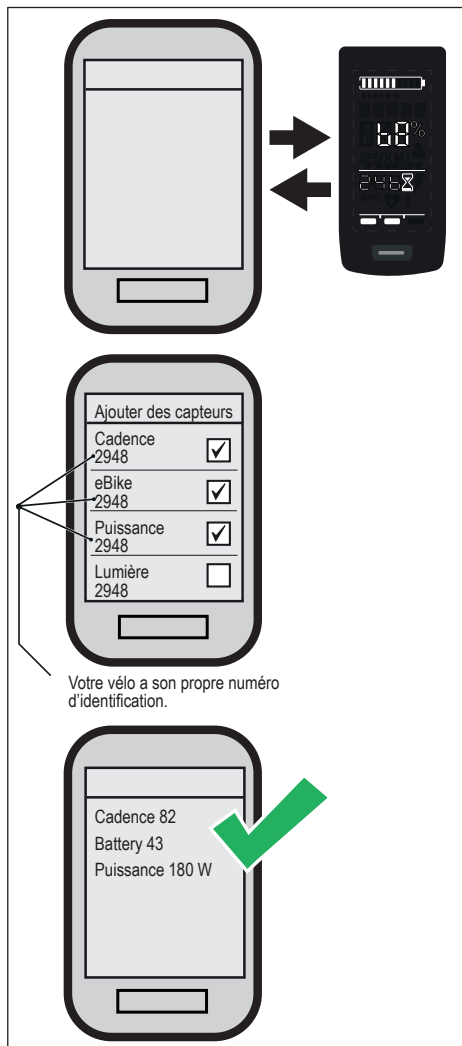

Fig. 8: Connexion entre le E-Bike et le compteur vélo
- Sélectionnez au moins les trois capteurs représentés (voir Fig. 8).